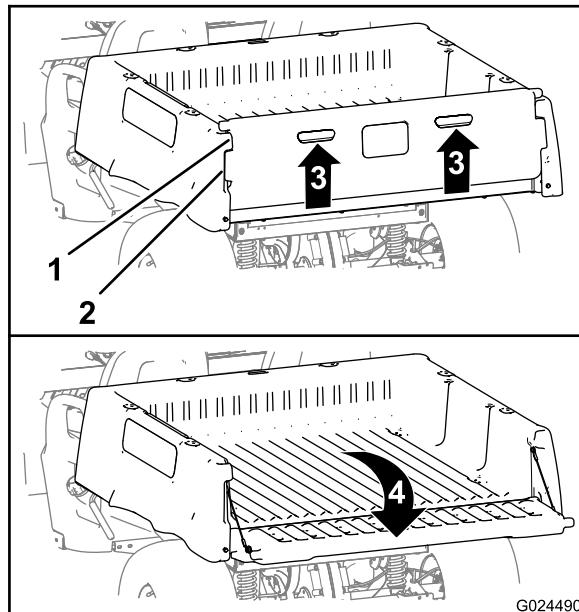

Рисунок 12
3. Совместите фиксирующие фланцы заднего откидного борта с отверстиями, расположенными между фланцами грузового кузова, предназначенными для откидного борта (Рисунок 12).
4. Поверните откидной борт назад и вниз (Рисунок 12).
2. Поднимите захваты на задней панели откидного борта (Рисунок 12).
6. Поверните откидной борт вверх и вперед так, чтобы фиксирующие фланцы откидного борта были заподлицо с его гнездом в грузовом кузове (Рисунок 12).
7. Опустите откидной борт до его посадки в задней части грузового кузова (Рисунок 12).